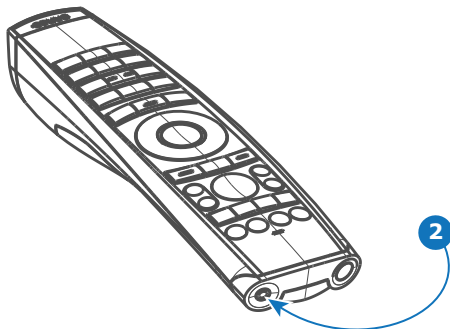

Imagen 3-9
1. Conecte un cable con el conector de minienchufe (referencia 2 Imagen 3-9) de la RCU.